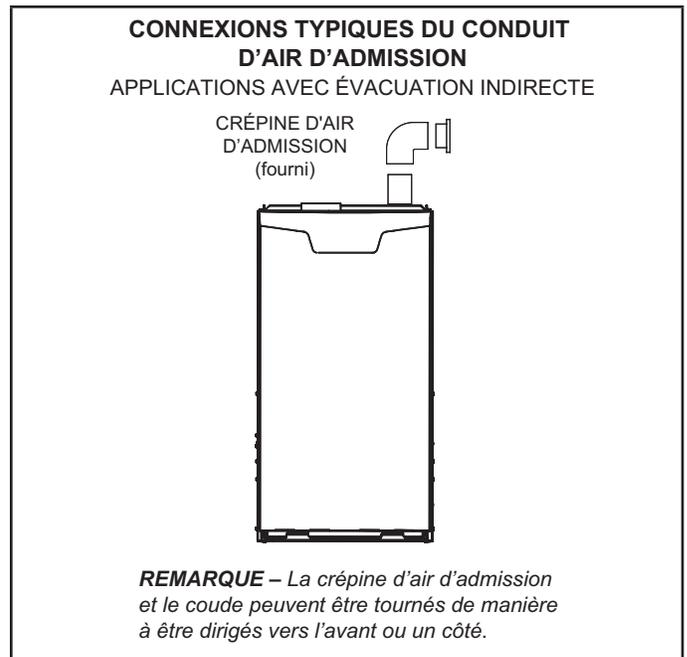

FIGURE 25
- 1 - Acheminez le conduit d'admission au moyen de pièces non fournies et de la crépine d'admission d'air fournie, comme illustré à la FIGURE 25. Prévoyez un dégagement minimal de 3 po (76 mm) autour de l'ouverture d'admission. L'ouverture d'admission (avec la crépine de protection) doit toujours être dirigée vers l'avant ou vers le côté.